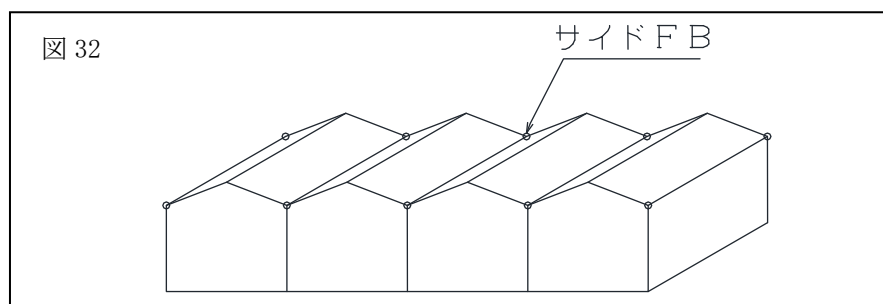

図32
- ・ハウスの各コーナー部、妻面の谷部に取付けて下さい。（図32）